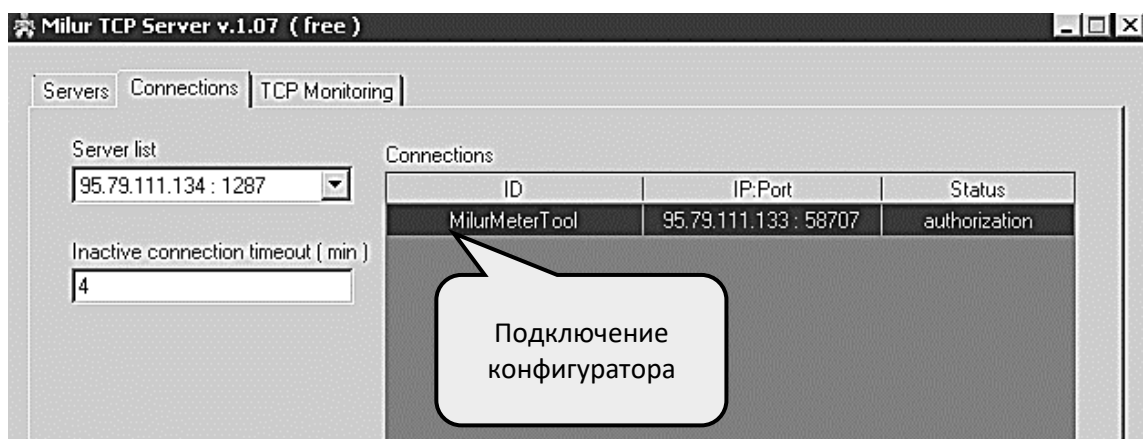
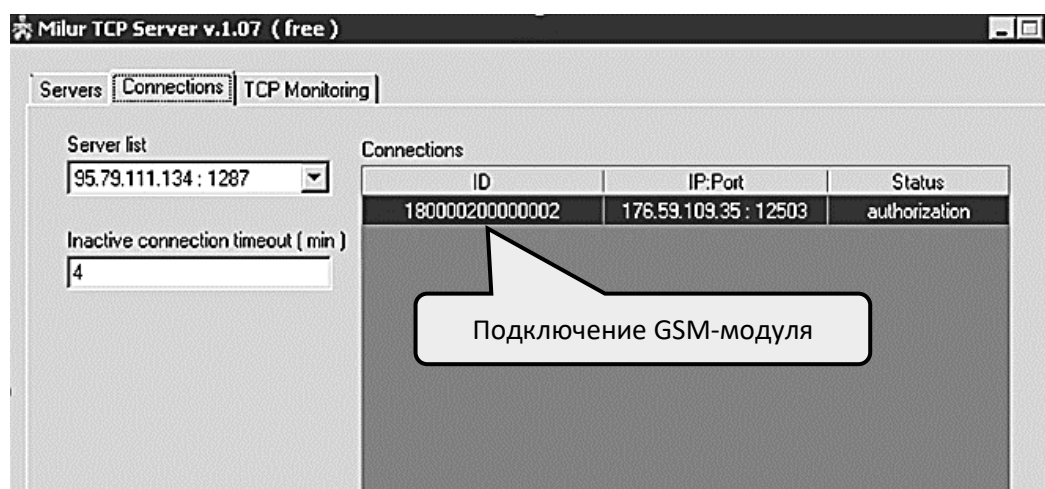

Рисунок 28 – Отображение Конфигуратора счетчиков Милур, подключенного к тестовому TCP-серверу, в Milur TCP Server
Рисунок 29 – Отображение подключения GSM-модуля счетчика к порту TCP-сервера в Milur TCP Server
- в приложении «Milur TCP Server» отобразится подключение Конфигуратора счетчиков Милур MilurMeterTool (рисунок 28) и подключение GSM-модема счетчика с его серийным номером (рисунок 29);